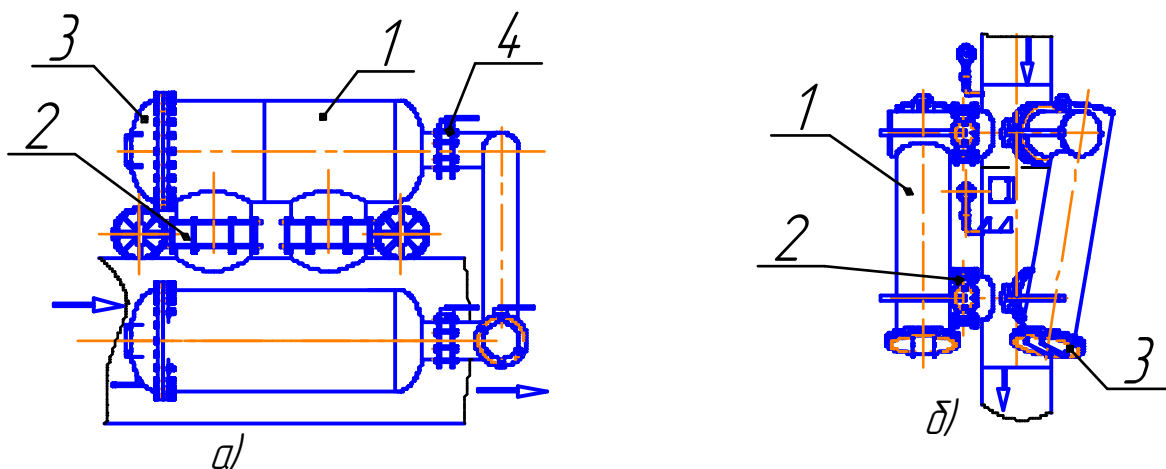

Рис. 2. Фильтры с очисткой без автоматики
2. 2. Фильтры с очисткой без автоматики (рис. 2)
Фильтр ФРУ (рис. 2, а) является комплексом, который собирается на месте применения из нескольких (2 – 3 или более) цилиндрических фильтровальных блоков с сетчатыми фильтроэлементами внутри.
Фильтр ФДР (рис. 2, б) выполнен аналогично ФРУ, но не имеет сливного затвора. Фильтр включает два фильтровальных блока с дисковыми поворотными затворами и поставляется в собранном в единое изделие виде. Очистку фильтровальных блоков фильтра ФДР проводят поочерёдно только вручную.